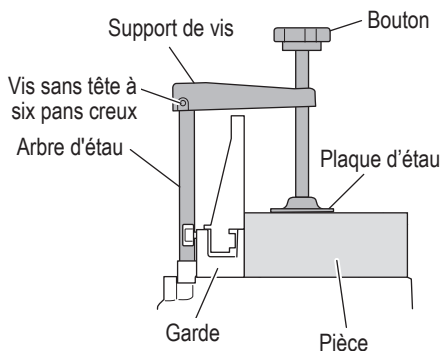

Fig. 23
- (1) L'étau d'assemblage peut être monté sur la base.
- (2) Tourner le bouton supérieur et fixer solidement la pièce en place (Fig. 23).